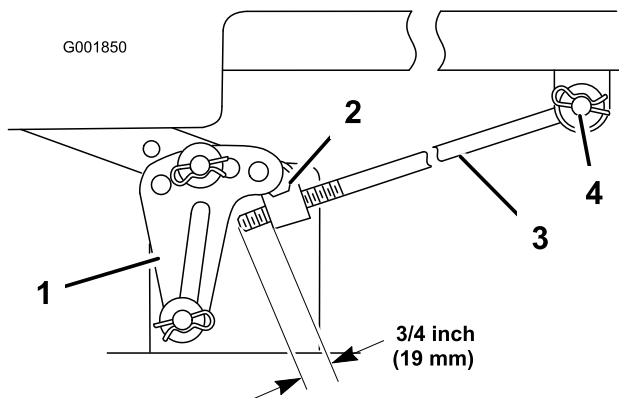

Figura 55
5. Mida la longitud de la varilla que se extiende por delante del bloque de ajuste en cada lado del chasis (Figura 55).
6. Si la longitud de la varilla **no** es 19 mm, retire el pasador y la arandela del extremo de la varilla (Figura 55), y gire la varilla hasta obtener la dimensión de 19 mm.